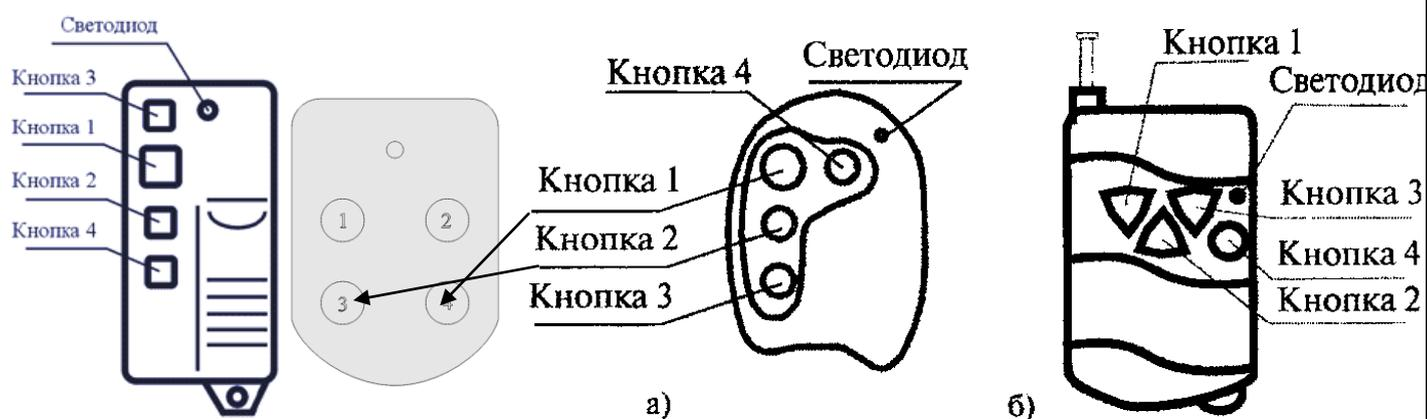

Рис.1. Четырехкнопочный брелок
4. Проверьте работу системы охлаждения. Включите ее выключателем (см. рис.1). При этом должны начать работать вентиляторы – нагнетатели на задней стенке устройства. Система охлаждения работает только от внешнего электропитания и включается (выключается) независимо от системы стирания. При работе установленных в камеры жестких дисках рекомендуется постоянное включение системы охлаждения. Индикатор системы охлаждения горит при включенных вентиляторах. Для более эффективного охлаждения дисков в устройстве могут быть установлены усиленные вентиляторы, издающие при работе значительный шум.
7. Состояние (текущий режим работы) устройства отображается световыми индикаторами (Зеленый «З» и Красный «К», рис.1б.5) на устройстве, а так же одним индикатором (красный «ВК») на проводных периферийных блоках. (см. таблицу).
8. На устройстве установлена дополнительная индикация стирающих модулей (рис.1б.11). Каждый вертикальный ряд индикаторов (пара зеленый – красный) соответствует модулю, установленному в отсек устройства. Положение модуля соответствует положению ряда индикаторов (самый левый модуль устройства (с лицевой стороны) соответствует левому ряду индикаторов (с тыльной стороны)).